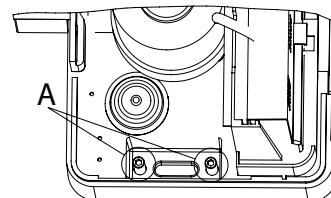

Abb. 6A
- Die gegebenenfalls noch in der Platte befindlichen M8x50 Befestigungsschrauben des Getriebemotors abdrehen. Der Boden des Getriebemotors verfügt an der unteren Seite des Getriebemotor-Gussgehäuses neben den Befestigungsösen über 4 Muttern. Die 4 mitgelieferten Stiftschrauben (Pos. A Abb. 6A) an den Muttern festziehen.